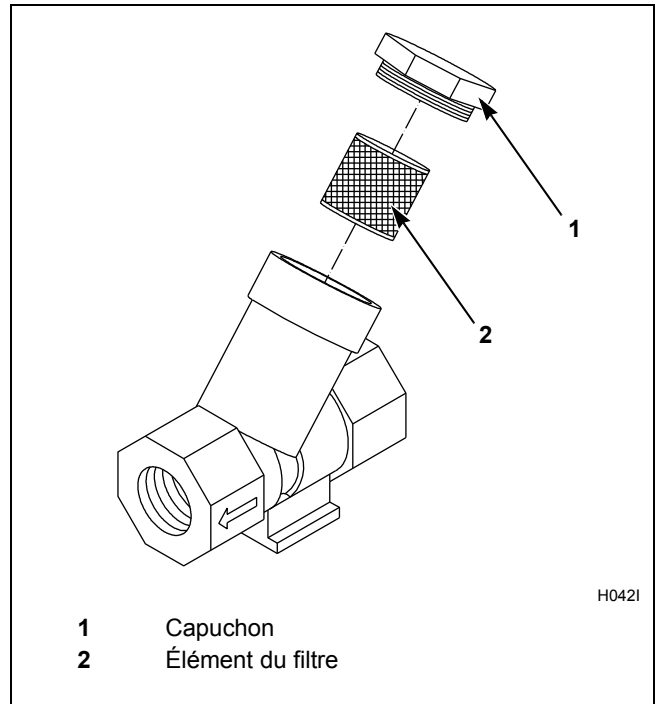

Figure 9
5. Nettoyer le filtre à vapeur fourni par le client, le cas échéant. Se reporter à la *Figure 9*.